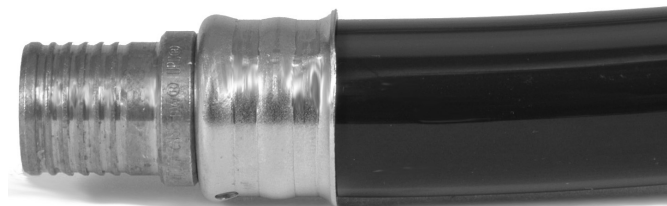

Figure 3 – Raccord serté
- Examinez le raccord serté pour les anomalies suivantes (Figure 3):